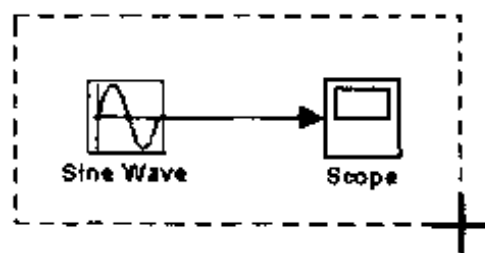

图 3.6 选择多个对象的步骤 2
(2) 将鼠标箭头拖到方形框的对角,这时会出现一个虚线框,虚线框框住了需要选中的模块和线,参见图 3.6。